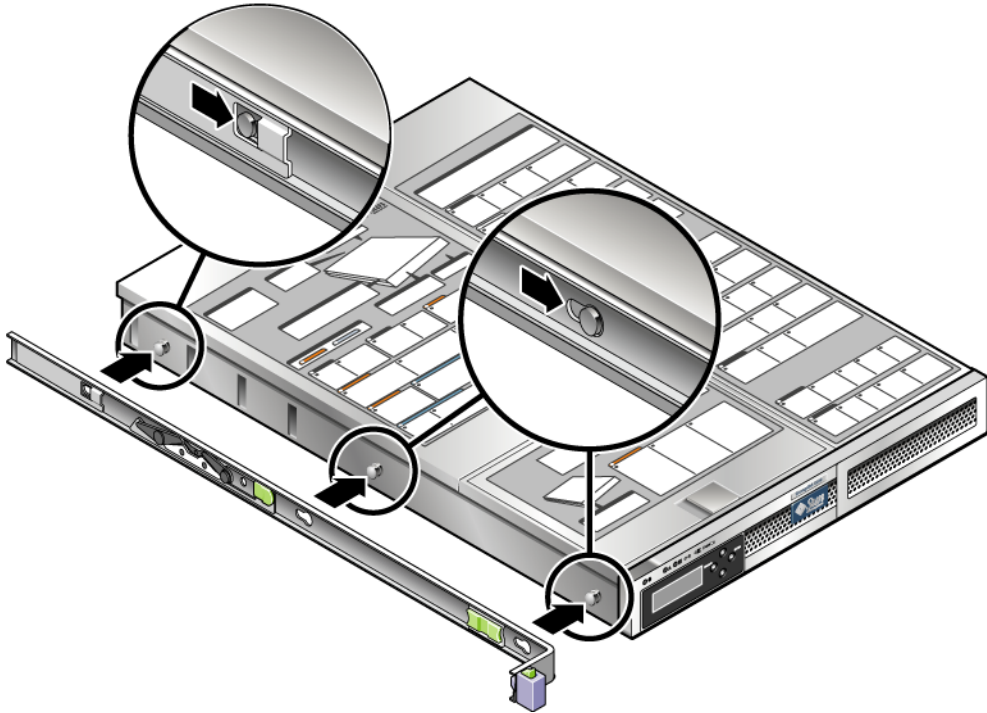

FIGURA 2-15 Fijación de un soporte al chasis
- a. Coloque el soporte contra el chasis del dispositivo (FIGURA 2-15) de manera que el bloqueo de guía del soporte esté en la parte delantera y que los tres pasadores estén alineados con los tres pasadores del lateral del chasis.
- c. Compruebe que los tres pasadores están enganchados en los agujeros y que el pasador posterior se ha sujetado al bloqueo del soporte, como se muestra en la FIGURA 2-15.